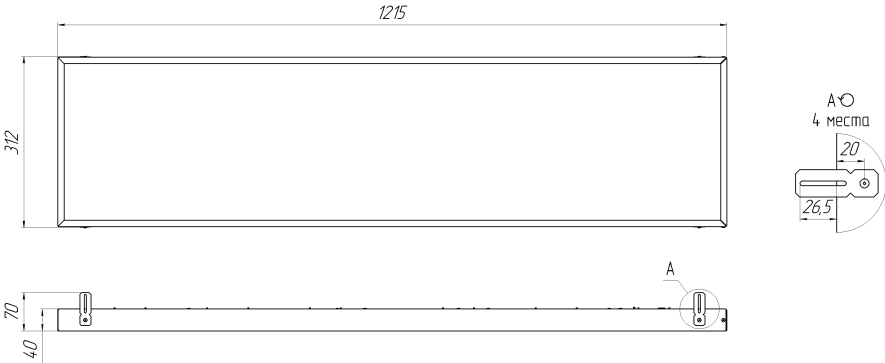

Рисунок 1. Габаритный чертеж Econex Office Gr 1215x312 G2 EM
5.1.2. Для установки светильника необходимо повернуть торцевую панель и аккуратно снять рассеиватель. Надежно закрепить на ровной поверхности корпус светильника при помощи комплекта креплений, габариты для монтажа см. рисунок 1.